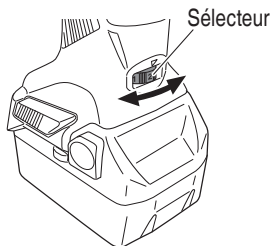

Fig. 9
7. Réglage de la vitesse de fonctionnement (Fig. 9)